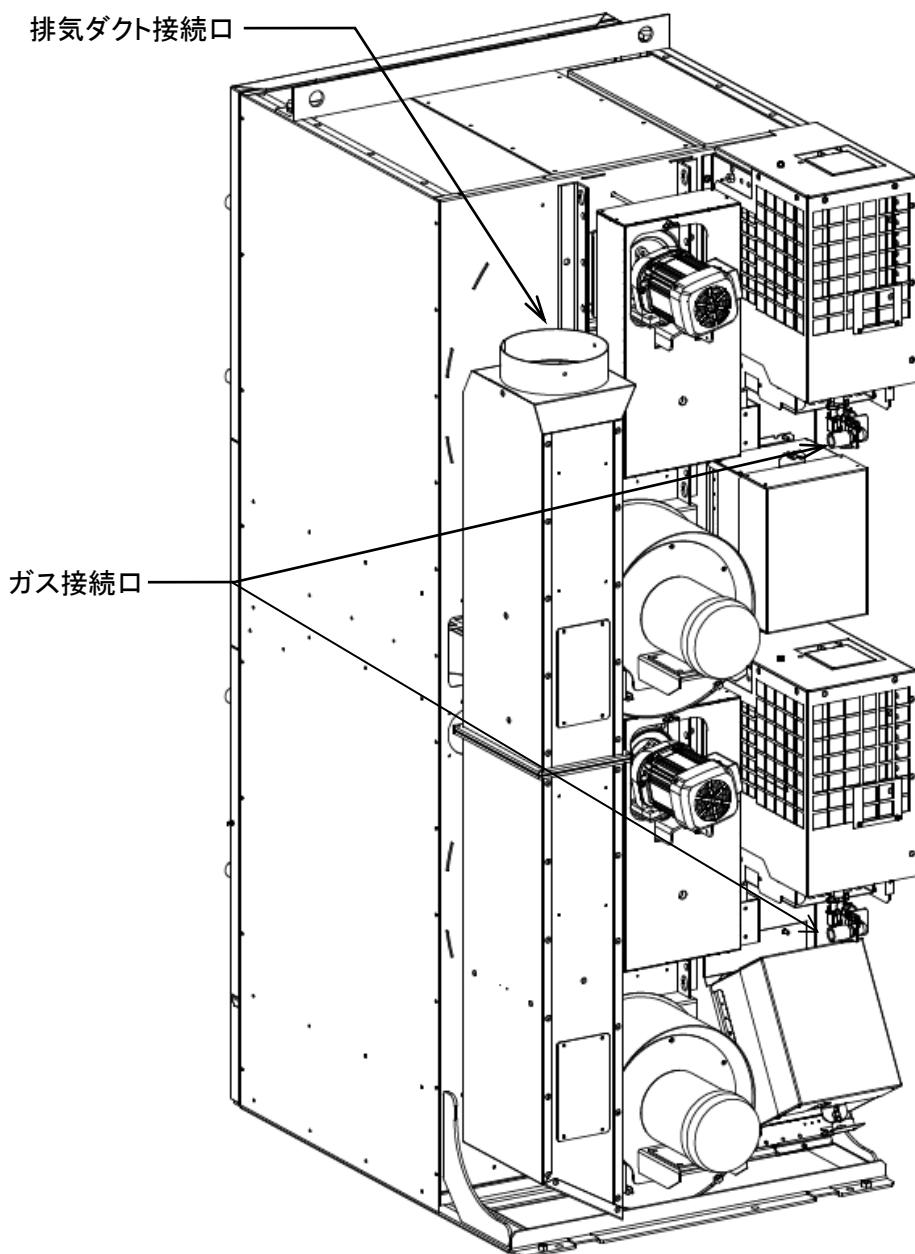

図 5-1
- ガス配管接続口に配管を接続します。(図 5-1)
- 排気ダクト接続口にダクトを接続します。接続口の外形は $\phi 198\text{mm}$ です。(図 5-1)